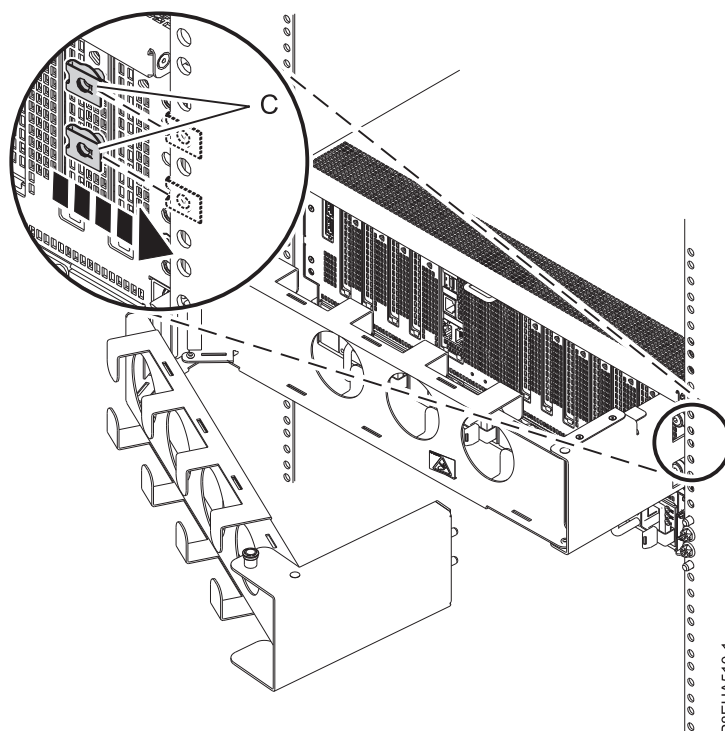

Figure 18. Fixation des écrous clips à la glissière
2. Faites glisser le tiroir système vers l'avant, afin de pouvoir accéder au châssis. Fixez deux écrous clips (C) à la glissière, à l'emplacement où vous fixez la plaque extérieure à la glissière, comme illustré à la figure 18.